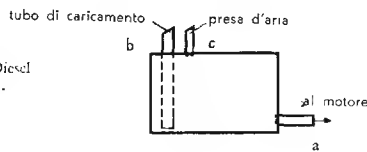

Fig. 234. Serbatoio.
Il serbatoio può essere comperato già bell'e fatto oppure costruito da noi (fig. 234). Il tubetto saldato a è collegato col bocchettone (8) del motore attraverso un tubo di plastica, il tubo b serve per introdurre la miscela e c mette in comunicazione l'interno del serbatoio con l'aria esterna.